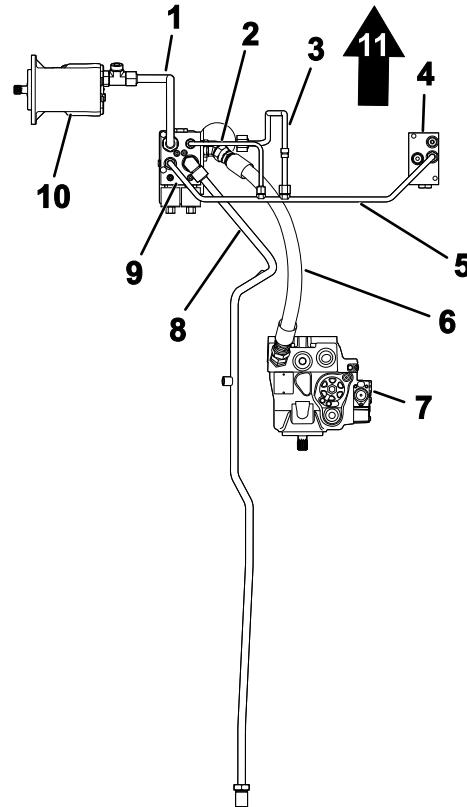
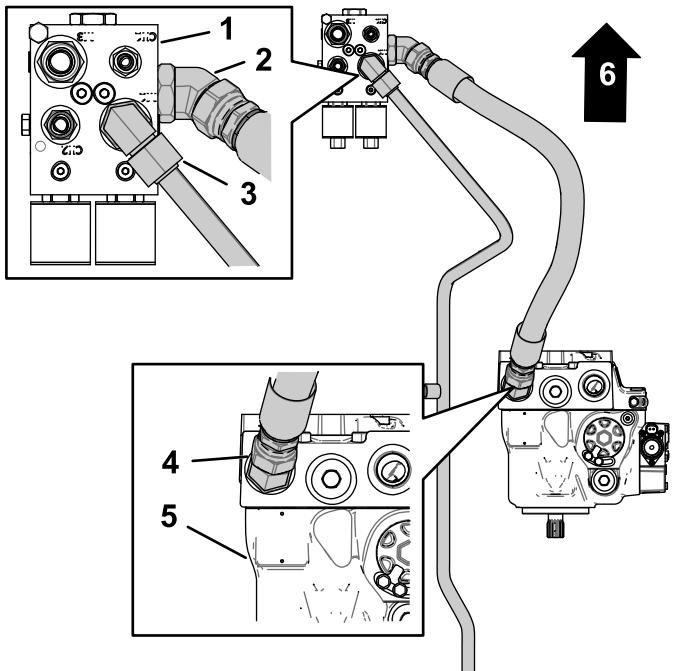

Рисунок 7
Рисунок 8
- Совместите переднюю гайку задней трубы тяги с угловым штуцером коллектора делителя потока (Рисунок 7 и Рисунок 8).
- Наверните один прямой конец напорного шланга на штуцер гидравлического насоса (Рисунок 8).
- Наверните другой прямой конец напорного шланга на штуцер в боковой части коллектора делителя потока (Рисунок 8).